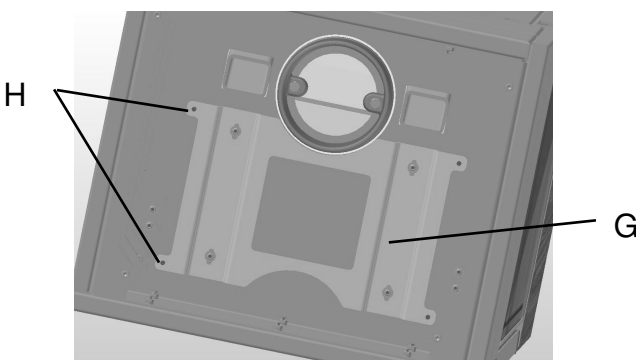

Abb. 2
Beginnen Sie mit dem ersten Speicherstein (C) und setzen ihn auf die Plattenkonsole (G) wie in Abb. 2 gezeigt ein, so dass die beiden Stifte (H) der Plattenkonsole (G) in die Bohrungen an der Steinunterseite eingreifen.